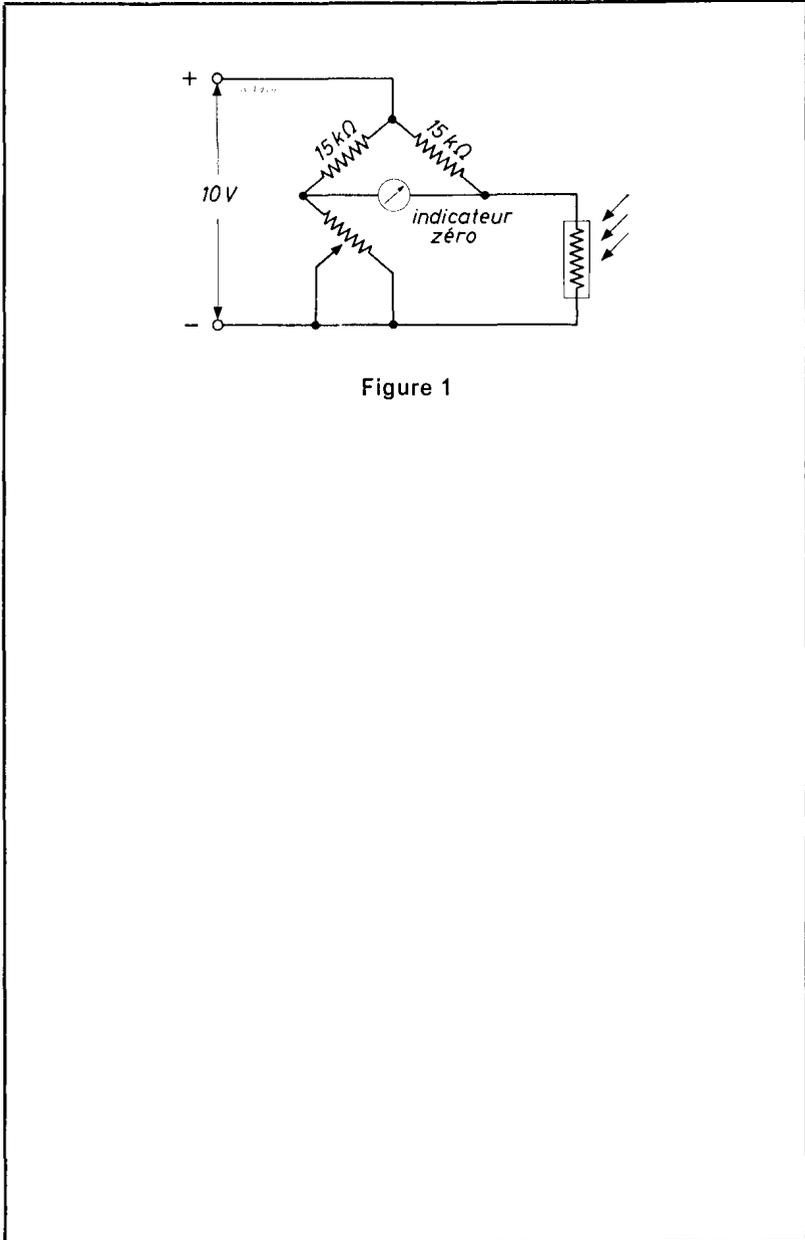

Figure 1
(1) C'est le temps pendant lequel la résistance de la cellule qui avait été préalablement stockée pendant 16 heures dans l'obscurité, passe de sa valeur initiale à une valeur de 10 KΩ, lorsqu'elle est soumise à un éclaircissement de 50 lux, la valeur de cette résistance étant mesurée à l'aide du pont représenté sur la figure 1.
(2) C'est le temps mis par la résistance de la cellule préalablement éclairée à 50 lux pendant au moins 5 mn pour que cette résistance passe de sa valeur initiale à la valeur de 1 MΩ (montage de mesure fig. 1).